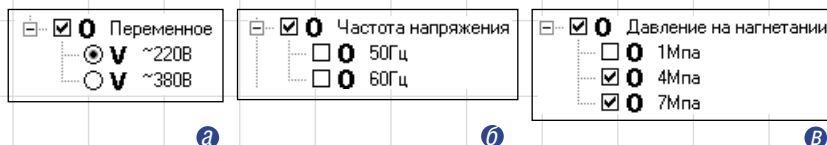

Рис. 6. Возможные типы активации для элементов группы
- *точно один* — всем элементам Опции в качестве переключателя будет назначена радиокнопка, то есть из всей группы активным может быть только один элемент (рис. 6а). Именно этот тип активации превращает элементы группы в Варианты. Обратите на это особое внимание. О том, что элемент дерева является Вариантом, свидетельствует и символ буквы V (Variant) возле имени;
- *0 ... n* — всем элементам Опции в качестве переключателя будет назначен чекбокс. В этом случае может быть активировано ноль или больше элементов (рис. 6б). Иными словами, группа может как содержать акти-
- *1 ... n* — всем элементам Опции в качестве переключателя также будет назначен чекбокс. При этом активированным может быть один или более элементов (рис. 6в).